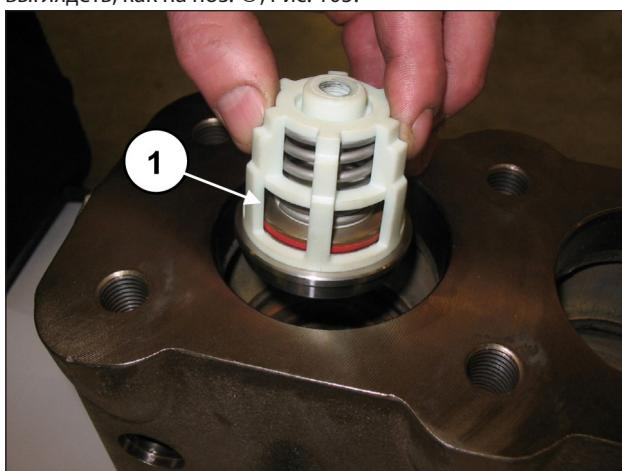
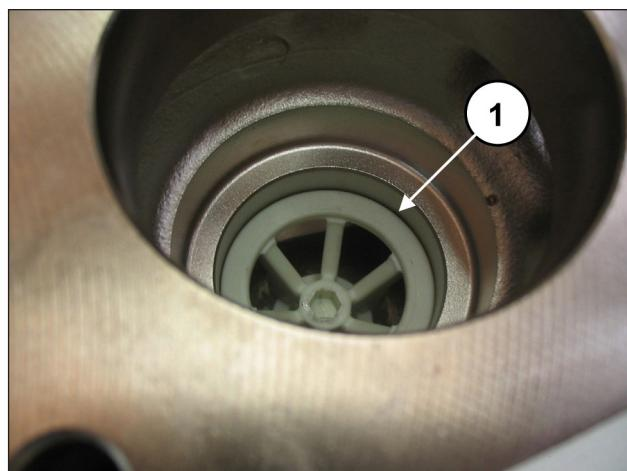

Рис. 104
Рис. 105
Вставьте всасывающий клапанный узел (поз. ①, Рис. 104), а затем распорный элемент (поз. ①, Рис. 105).
Клапанный узел в сборе должен быть вставлен до упора и выглядеть, как на поз. ①, Рис. 105.